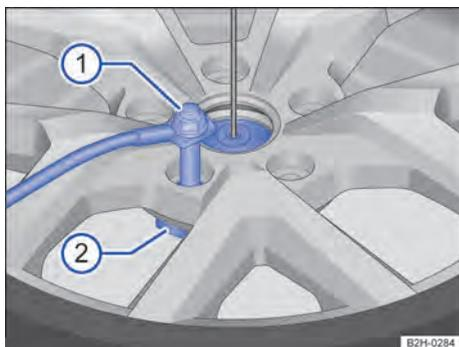

Fig. 202 Roda sobressalente ou de emergência: colocar o parafuso de segurança.
1. Girar o parafuso de segurança → Fig. 202 ① no sentido horário no suporte do aro.